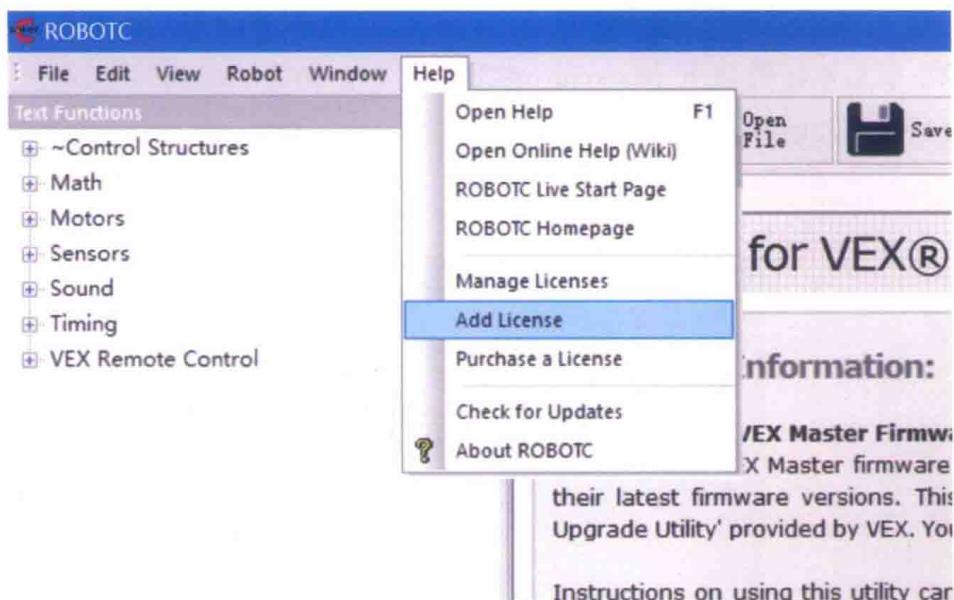

图 1-14
(11) 进入软件之后，先选择 Help/Add License 命令，进行证书选择，如图 1-14 所示。